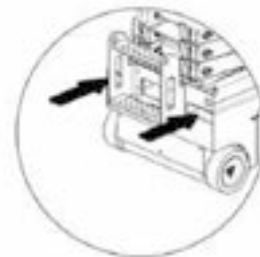

fig. 3
- 4) Posizionare le forche del carrello elevatore in corrispondenza degli appositi alloggiamenti. (fig.3)